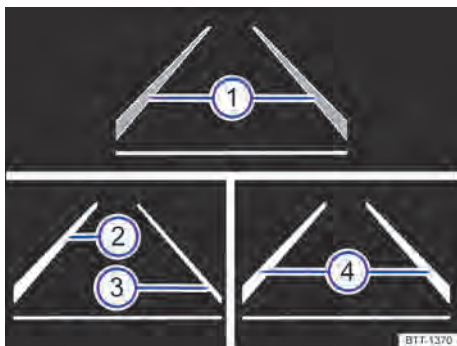

Fig. 157 No display do instrumento combinado: indicadores do display do assistente de permanência na faixa.
Áreas de exibição no display do instrumento combinado **Fig. 157**:
- O sistema detectou uma linha delimitadora da faixa à esquerda e à direita do veículo → Fig. 157.